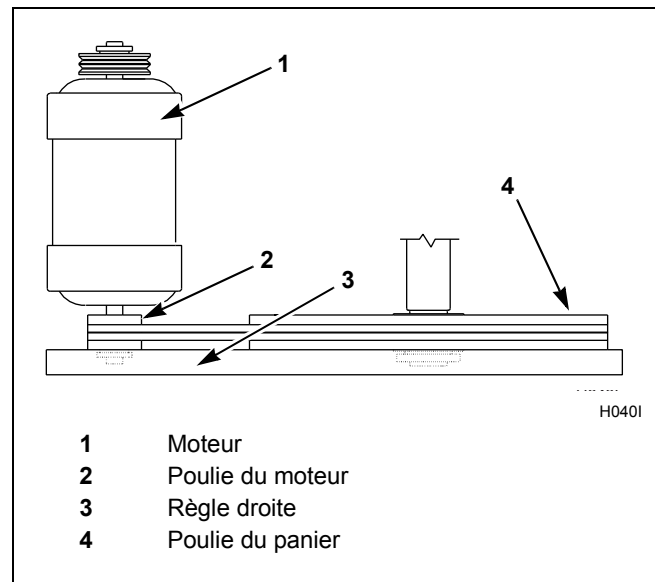

Figure 7
- b. Vérifier l'alignement des systèmes d'entraînement de la poulie à dents en plaçant une règle droite sur les deux faces de la poulie. La règle droite doit toucher la poulie à quatre endroits différents. Se reporter à la *Figure 7*.